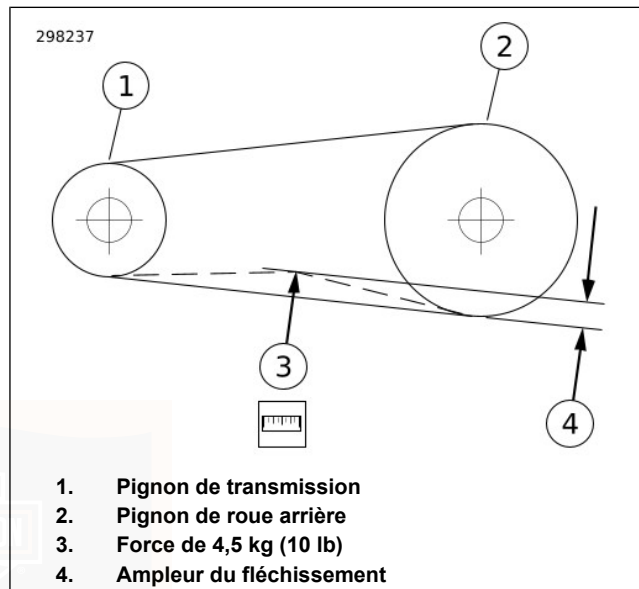

Figure 33. Vérification du fléchissement de la courroie
- b. **Tous les autres modèles** : voir Figure 33. Mesurer le fléchissement de la courroie (4) tout en immobilisant la jauge.